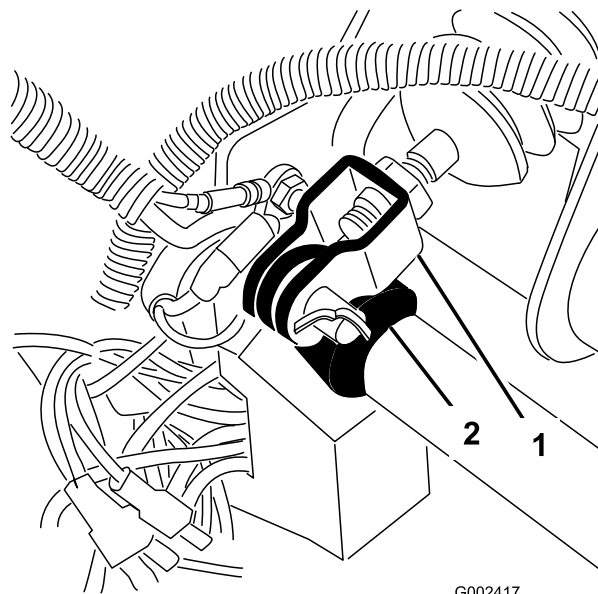

Figura 58
1. Rimuovete la coppiglia e il perno che fissano la forcella del cilindro principale al perno del pedale del freno (Figura 58).